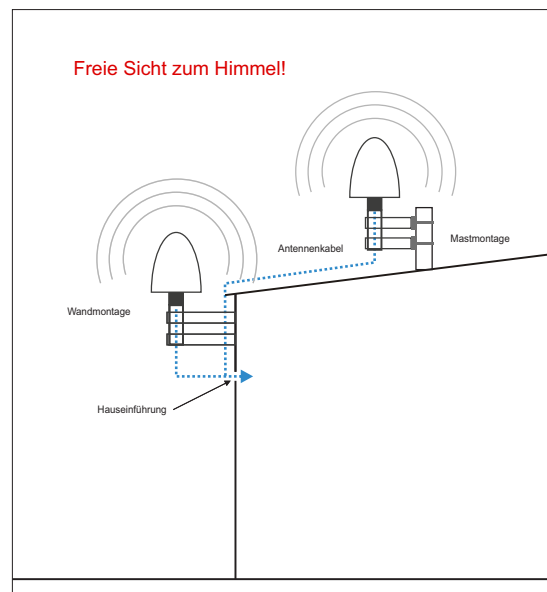

Abb. 1: Optimale Positionierungen
Um in beiden Fällen ausreichend Satelliten zu empfangen, wählen Sie den Antennenstandort so, dass in unmittelbarer Nähe der Antenne eine unverbaute Sicht in alle Himmelsrichtungen sichergestellt ist (siehe Abb. 1).
Für eine optimale 360°-Sicht der Antenne empfiehlt Meinberg die Dachmontage an einem geeigneten Metallmast (siehe rechte Antennendarstellung, Abb. 1). Ist diese nicht möglich, sollte eine wandmontierte Antenne an einem Gebäude, ausreichend hoch über der Gebäudetraufe, montiert werden (siehe linke Antennendarstellung, Abb. 1).
- Vertikale Montage der Antenne (siehe Abb. 1)